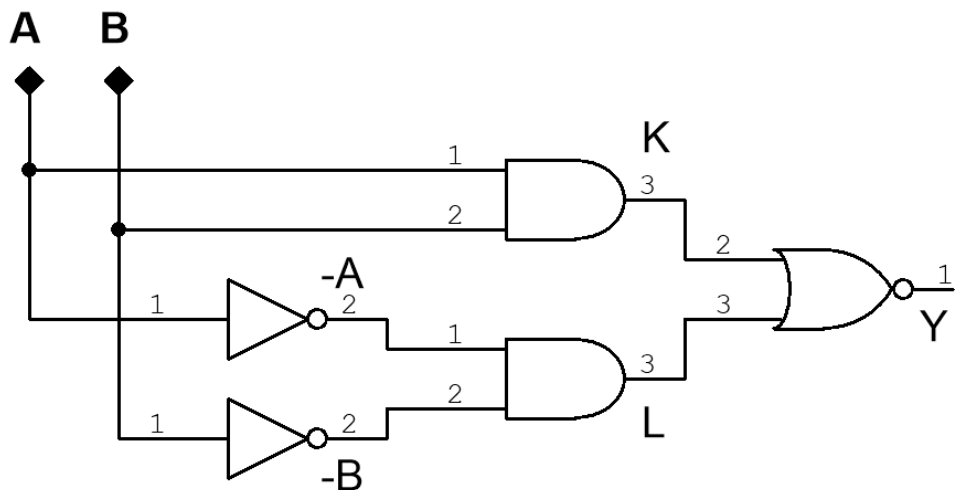

Figura 11. Red original de NOT, AND y NOR. Los números repetidos en los símbolos pertenecen a puertas distintas; reasígnelos si comparte encapsulado.
6. ¿Cuándo la salida de la figura 11 vale 1? Relacione el resultado con una aplicación de comparación de dos estados.